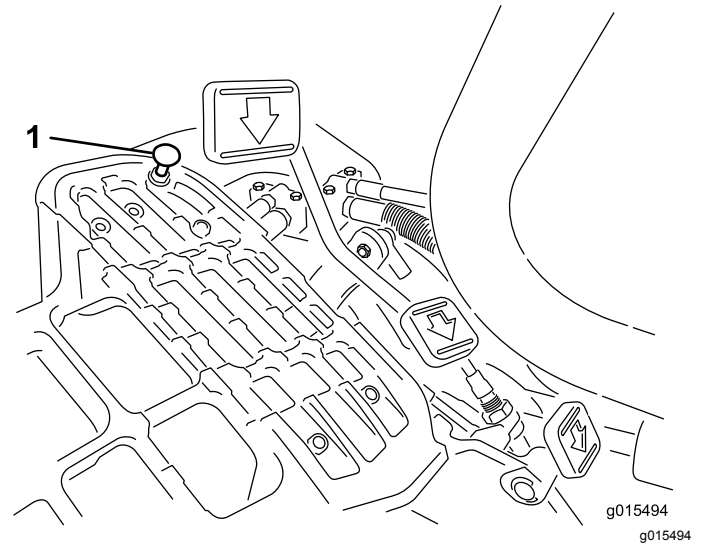

Figura 41
Para obtener la velocidad máxima de transporte, ponga la palanca de control funcional en la posición de TRANSPORTE y pise el pedal de tracción. Si el pedal toca el tope (Figura 41) antes de que se note tensión en el cable, ajústelo como se indica a continuación:
1. Ponga la palanca de control funcional en la posición de TRANSPORTE y afloje la contratuerca que fija el tope del pedal a la chapa del suelo (Figura 41).